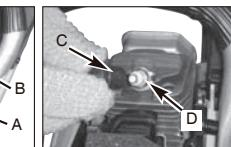

Fig. 18B
3. Débranchez le connecteur du câble (C) de la bougie d'allumage (D) en tirant et en tournant simultanément (Fig. 18B).